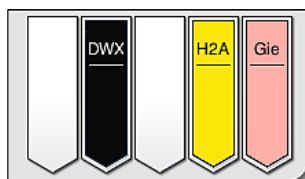

Bild 87
- När ett rack har gått igenom infäringsprocessen transporteras det till utmatningsfacket (→ "Bild 19-4") och placeras i en ledig position (→ "Bild 87"). Användaren informeras om detta via ett informationsmeddelande och en ljudsignal.